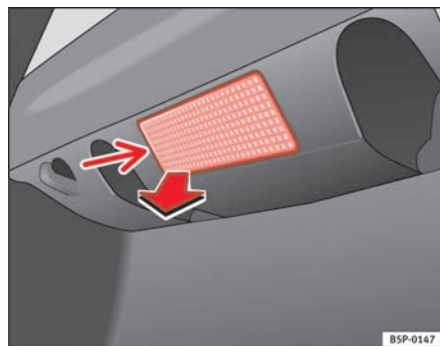

Fig. 197 Luce bagagliaio
- Estrarre il paralume facendo pressione sul bordo della parte interna dello stesso -freccia- aiutandosi con la parte piana di un cacciavite ⇒ fig. 197.